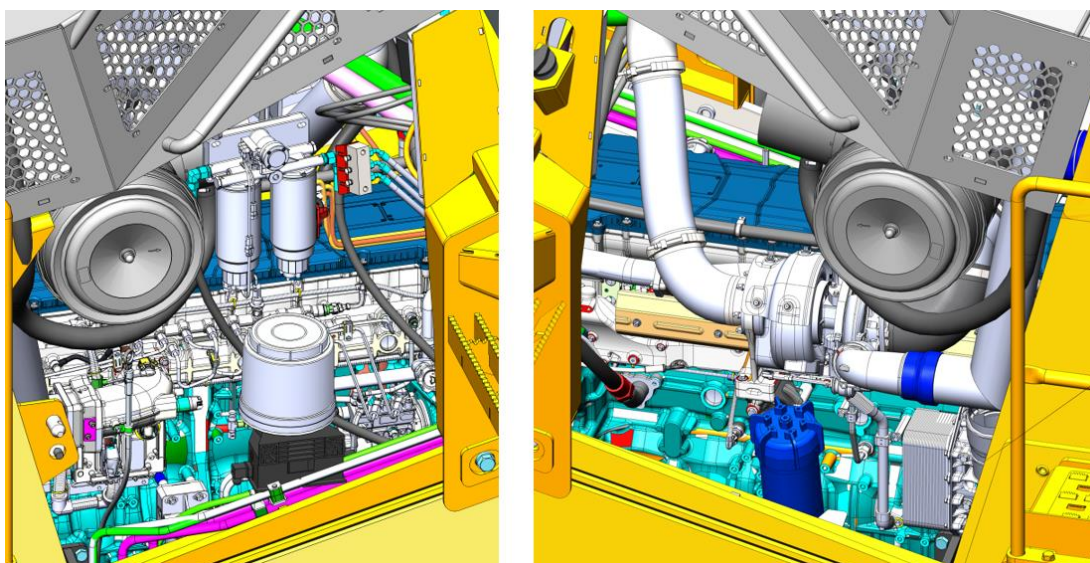

Рисунок 5.50. Моторный отсек машины
- ▶ Осмотреть двигатель на предмет протечек моторного масла, топлива, охлаждающей жидкости, рис. 5.50.